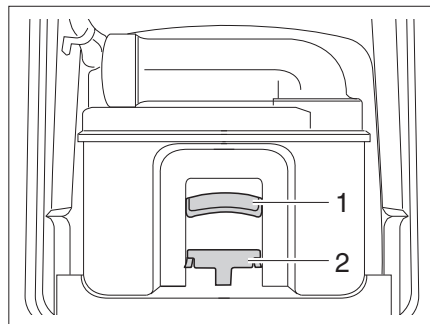

Fig. 135 Cassetta Thetford
- Tirare verso l'alto la staffa di supporto (Fig. 135,1) ed estrarre la cassetta Thetford (Fig. 135,2).
- Verificare che la cassetta sia bloccata dalla staffa di supporto (Fig. 135,1).